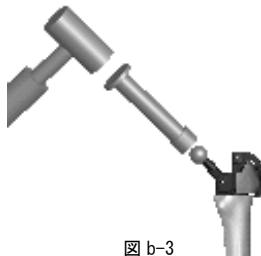

図 b-3
- 3) 骨頭ポールを本製品のテー^バ部に装着する(図 b-3)。